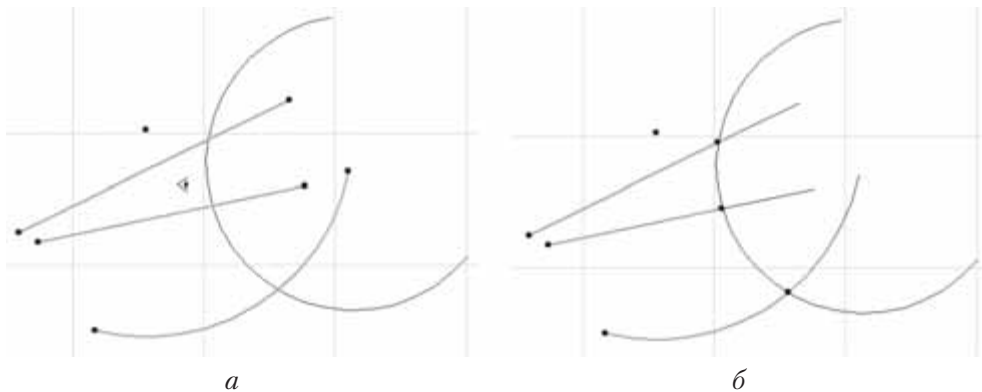

Рис. 4.18. Результат выполнения команды **Split** (Разделить)
1. Выделите разделяемые объекты (рис. 4.18, *а*).
5. Щелкните кнопкой мыши. Произойдет разделение выбранных объектов по линии разделяющего контура (рис. 4.18, *б*).